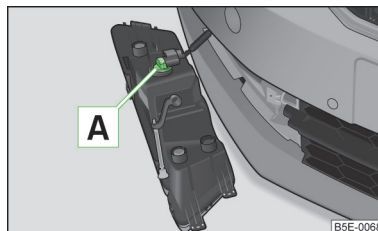

Fig. 179
- ▶ Rotiți soclul becului » fig. 179, până la limită, în sens antiorar și extrageți-l.